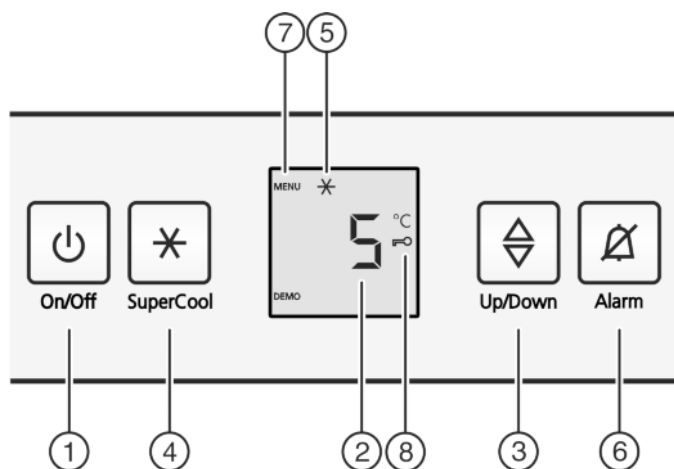

Fig. 2
- ▶ Нажать кнопку On/Off Fig. 2 (1).
- ▶ Нажмите кнопку «SuperCool» Fig. 2 (4) и удерживайте ее прим. 5 секунд.
- ▷ На индикаторе будет отображаться символ «Меню» Fig. 2 (7).
- ▶ Для подтверждения нажать и отпустить кнопку «SuperCool» Fig. 2 (4).
- ▷ На индикаторе горит символ «Защита от детей» Fig. 2 (8).
- ▶ Нажать и отпустить кнопку «On/Off» Fig. 2 (1).
- ▶ Нажмите кнопку Alarm Fig. 2 (6).
- ▶ Активация модуля регулировки температуры: нажмите кнопку настройки Fig. 2 (3).
- ▶ Температуру меняйте ступенями по 1 °C: нажимайте кнопку настройки Fig. 2 (3) до тех пор, пока на индикаторе температуры не будет высвечена требуемая температура.
- ▶ Коротко нажмите кнопку SuperCool Fig. 2 (4).
- ▷ На индикации горит символ SuperCool Fig. 2 (5).
- ▷ Символ SuperCool Fig. 2 (5) на индикации гаснет.